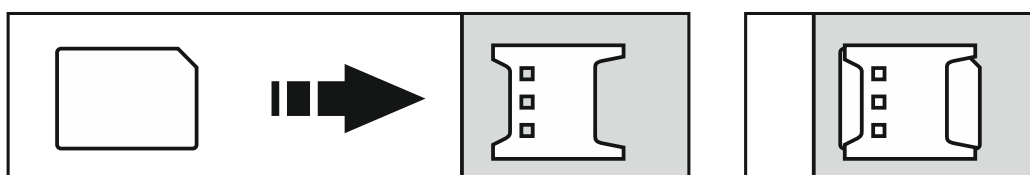

Abb. 7. Montage der nano-SIM-Karte.
3. Setzen Sie die SIM-Karte(n) in den/die Steckplatz(e) ein (Abb. 7).